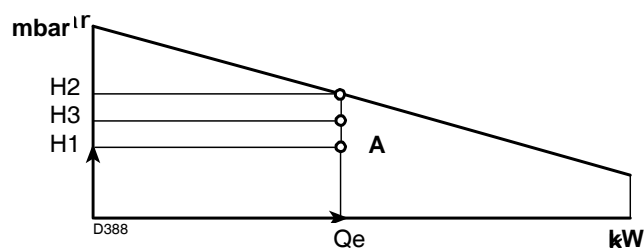

Abb. 41
Punkt A, der innerhalb des Betriebsbereichs bleiben muss (Abb. 41).
- 4 - Ziehen Sie eine Senkrechte vom Punkt A, Abb. 41, und lesen Sie den maximalen Druck H₂ des Betriebsbereichs ab.
Ist H₃ größer als H₁, wie in Abb. 41, kann der Brenner den geforderten Durchsatz erzeugen.